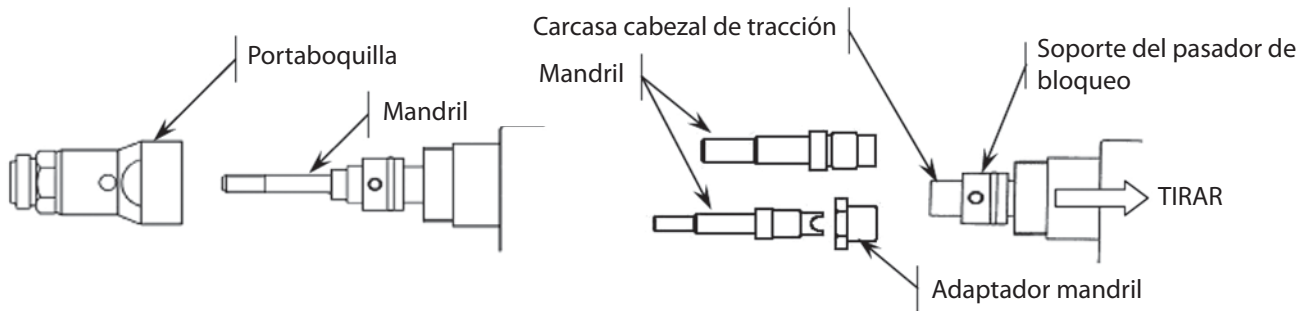

Figura 5: Instalación del mandril
3. Saque el portaboquilla de la herramienta para dejar expuesto el mandril y la carcasa del cabezal de tracción (Figura 5).